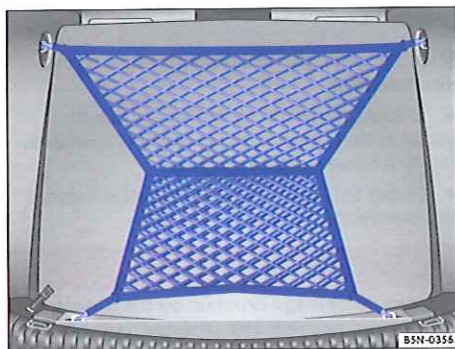

Fig. 101 Dans le coffre à bagages : filet à bagages accroché.
- Accrochez les crochets du filet à bagages ⇒ fig. 101 dans les œillets d'arrimage ⇒ ⚠. Pendant cette opération, l'ouverture du sac dans le filet à bagages doit être orientée vers le haut.
- Décrochez les crochets du filet à bagages ⇒ fig. 101 des œillets d'arrimage.